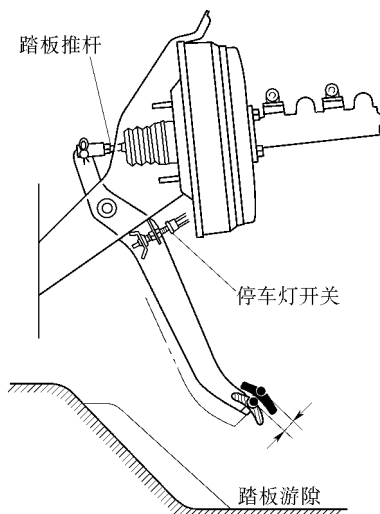

图 15-10 测量踏板游隙
(3) 检查踏板游隙。停止发动机，连续踩下踏板若干次直到加力器内负压力无明显升高为止，再压下踏板直到开始感觉到有阻力为止，测量如图 15-10 所示的距离。